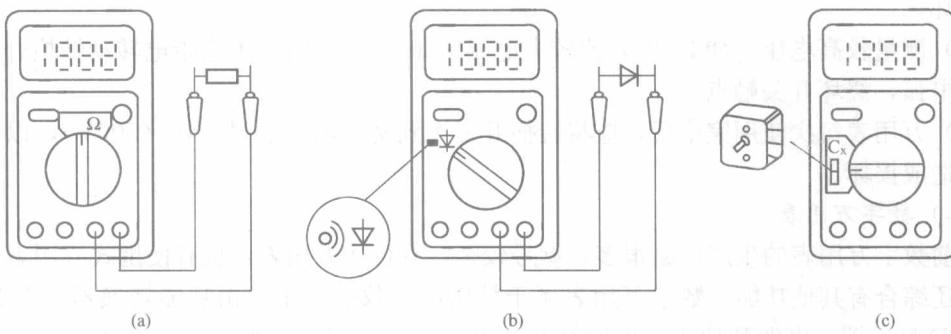

图 2-7 数字万用表的测量
（2）电阻的测量。测电阻时，先将量程转换开关拨在相应的档位，打开万用表电源开关，显示数为1（半位）；再将两表笔跨接到电阻两引脚，如图2-7（a）所示，读数稳定后所显示的数据就
(3) 二极管的测量。在电阻量程档内, 附设了蜂鸣器和二极管档, 如图 2-7 (b) 所示。蜂鸣器主要是用来检查电路的通断, 当其有声响时, 表示被测电路通 ($R < 70\Omega$); 无声响, 则表示不通。值得注意的是, 在测量过程中, 被测电路不能带电, 否则会判断错误。
二极管档用来测量二极管的极性和正向压降值。例如测量 IN4001 型整流二极管, 置量程开关于蜂鸣器和二极管档, 用红黑两表笔分别接触二极管的两个引脚, 如图 2-7 (b) 所示。如显示溢出数 1 (反向), 则交换两表笔, 这时必然为正向测试。如果显示器读数为 537, 这说明二极管是好的, 因为二极管的正向压降是 0.537V; 显示正向压降时, 红表笔所接的引脚为二极管的正极, 黑表笔所接的为负极。假如两次测量均显示溢出数 1, 或两次均有压降读数, 表明二极管已损坏 (硅堆除外)。
(4) 三极管放大倍数 h_{FE} 的测量。将量程转换开关置于 h_{FE} 档, 被测三极管插入 BCE 插口, 显示器将显示三极管放大倍数 h_{FE} 。注意: 看清管子类型 (NPN 型管或 PNP 型管), 并插入对应的插口中; 万用表测量的 h_{FE} 是在低电压、小电流状态条件下 ($U_{ce} = 2.9V$, $I_b = 10mA$) 进行的, 数值一般偏小, 不能作为三极管的参数依据, 仅供选管时参考。
(5) 电容量的测量。万用表一般可测电容的范围为 $1pF \sim 20\mu F$, 具有自动调零功能, 还具有保护电路, 在电容测试过程中不必考虑电容器的极性及电容器的充放电等情况, 使用很方便。如测量最大容量为 $1000pF$ 以下的可变电容器, 置量程转换开关于 $2000pF$ 档, 将可变电容器任两引脚插入标有 “ Cx ” 处的两插孔中 (不要用表笔), 如图 2-7 (c) 所示; 将旋钮顺时针方向旋到底, 测的可变电容的最大值, 再将旋钮逆时针方向旋到底, 测的可变电容的最小值, 即得可变电容的可变容量。